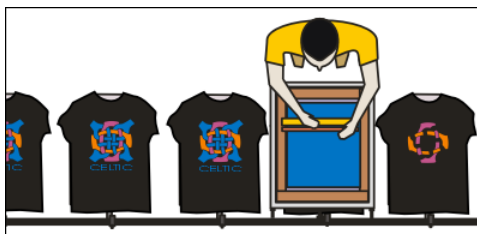

Imagen 331\_17
**19-** Se estampa el azul que es el 3º color final (Imagen 331\_17)